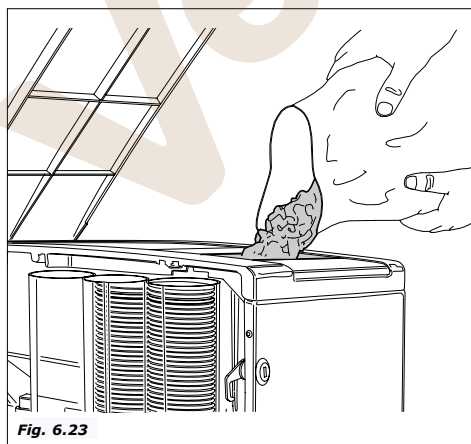
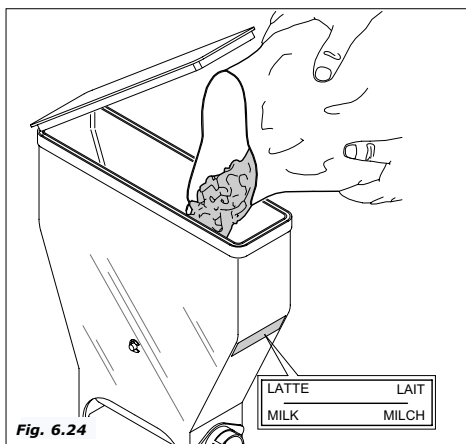

Fig. 6.23
Fig. 6.24
- Quitar la tapa de todos los contenedores y colocar el producto adecuado según muestra el rótulo (Fig. 6.23 - Fig. 6.24)